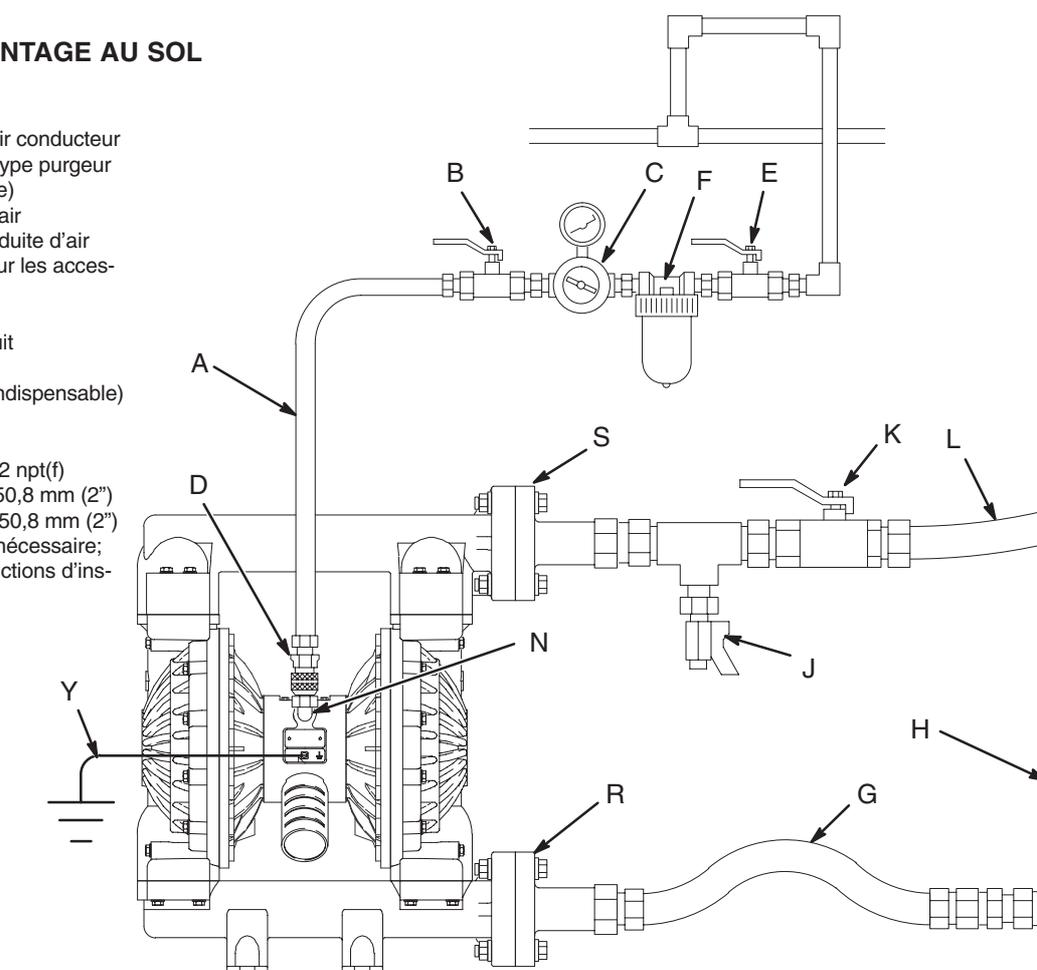

Fig. 2
- L'installation type présentée en Fig. 2 est une simple indication pour choisir et monter les éléments du système. Prendre contact avec votre distributeur Techni-flow ou les services d'assistance technique de Techni-flow pour vous aider à concevoir un système qui correspond à vos besoins.
La vanne d'air principale de type purgeur (B) doit être montée sur votre système pour décharger l'air prisonnier entre cette vanne et la pompe. Cet air prisonnier peut provoquer le battement inattendu de la pompe, provoquant ainsi des blessures graves, y compris des projections dans les yeux ou sur la peau, des blessures dues à des pièces en mouvement ou une intoxication due aux produits dangereux. Voir Fig. 2.
1. Installer les accessoires de la conduite d'air suivant la Fig. 2. Fixer ces accessoires au mur ou sur un support. S'assurer que la conduite d'air alimentant ces derniers est conductrice.
- a. Installer un régulateur d'air (C) et un manomètre pour contrôler la pression produit. La pression de sortie produit correspondra au réglage du régulateur d'air.
- b. Placer la vanne d'air principale de type purgeur (B) tout près de la pompe et s'en servir pour décharger l'air prisonnier. Voir la **MISE EN GARDE** ci-contre. Placer l'autre vanne d'air principale (E) en amont de tous les accessoires de la conduite d'air et l'utiliser pour isoler ces derniers pendant le nettoyage et les réparations.
- c. Le filtre sur la conduite d'air (F) élimine les poussières nuisibles et l'humidité de l'alimentation en air comprimé.
2. Installer un flexible d'air conducteur (A) entre les accessoires et l'entrée d'air 1/2 npt(f) de la pompe (N). Voir Fig. 2. Utiliser un flexible d'air d'un diam. int. minimum de 13 mm (1/2").
3. Visser un raccord rapide de conduite d'air (D) sur l'extrémité du flexible d'air (A); s'assurer que les orifices du raccord sont assez grands pour ne pas diminuer le débit d'air, ce qui affecterait les performances de la pompe. Visser correctement le raccord avec un ruban d'étanchéité sur l'entrée d'air de la pompe. Ne pas brancher le raccord rapide (D) sur le raccord avant que la pompe ne soit prête à fonctionner.
### LÉGENDES DE LA FIG. 2
Une vanne de purge produit (J) est nécessaire pour décompresser la conduite si elle est bouchée. La vanne de purge diminue le risque de blessure grave, y compris de projection dans les yeux ou sur la peau, ou d'intoxication par les produits dangereux lors de la dépressurisation. Installer la vanne tout près de la sortie produit de la pompe. Voir Fig. 2.
1. La sortie produit de la pompe (S) est équipée d'une bride à face rehaussée de 50,8 mm (2"). Voir **Connexion des brides** en page 8.
2. Installer une vanne de purge produit (J) à proximité de l'orifice de sortie produit. Voir la **MISE EN GARDE** ci-dessus.
3. Installer une vanne d'arrêt (K) sur la conduite de sortie produit.